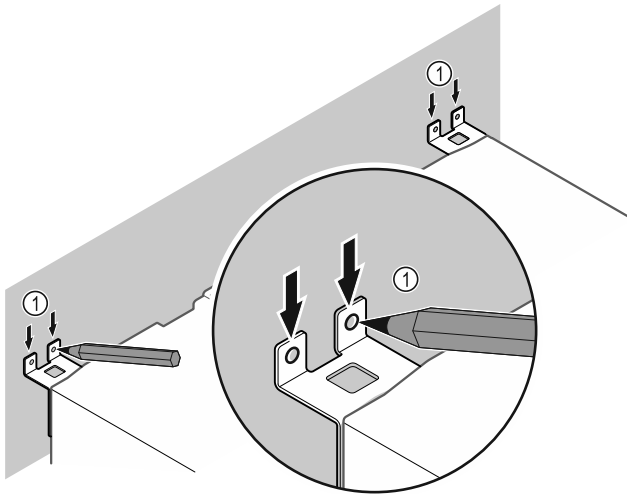

Fig. 12
- ▶ Markeringen op de wand aanbrengen Fig. 12 (1).